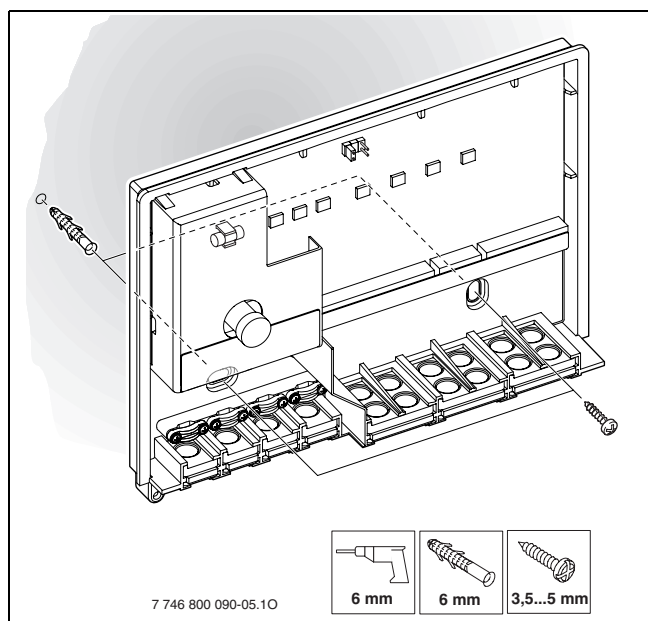

Fig. 9 Inserte los tacos
- Perfore agujeros de 6 mm de Ø e inserte los tacos (→ fig. 9).